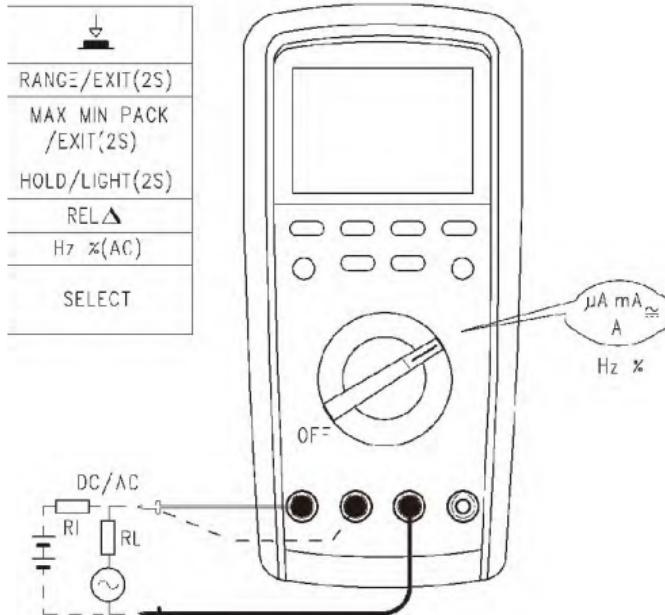

рис.10
8. Измерение тока переменного и постоянного тока [см. рис.10]
* Под диапазоном измерения функции mA, длительно нажать кнопку SELECT и входить в функцию измерения % (4-20 mA) для индикации калибровки процента измеряемого тока: 4 mA - 0%; 20 mA - 100%. Рис.10